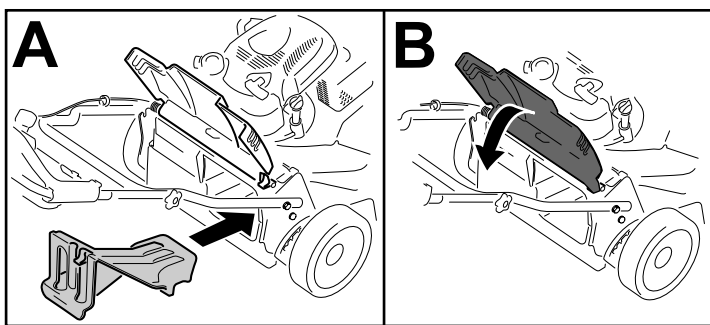

Figure 20
**Important:** Assurez-vous que l'obturateur de la goulotte d'éjection arrière est en place avant de procéder au recyclage (Figure 20).